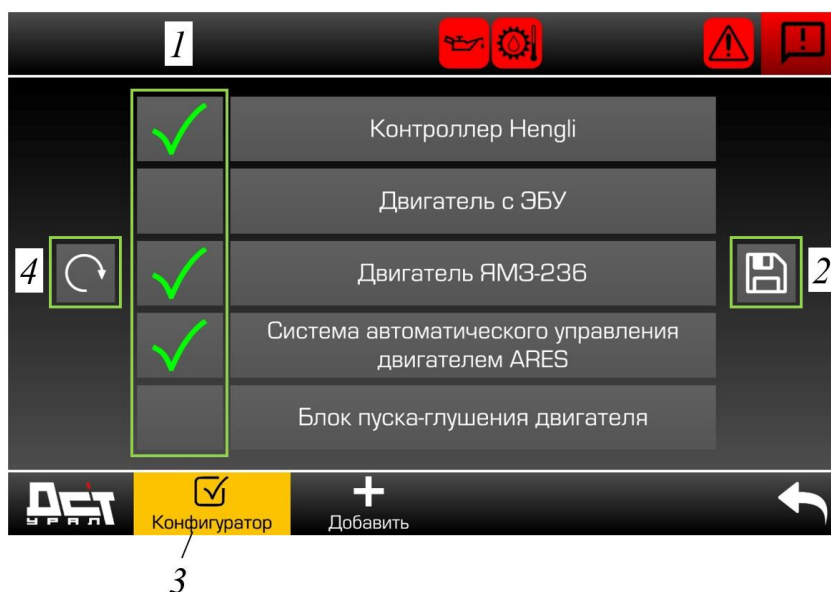

Рисунок 3.16. Страница «Конфигуратор»
- ▶ Открыть главное меню и выбрать страницу «Конфигуратор», см. поз. 3, рис. 3.16.
Для сброса выбранных ячеек (поз. 1) до заводских значений необходимо нажать кнопку 4, рис. 3.16.